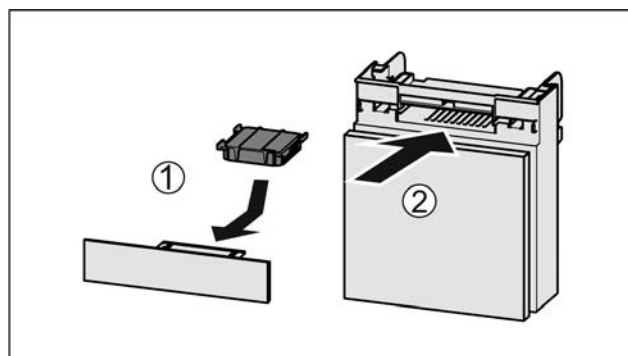

Fig. 62
- Установите фильтр с активированным углем, как показано на рисунке Fig. 62 (1).
- Вставьте отделение Fig. 62 (2).